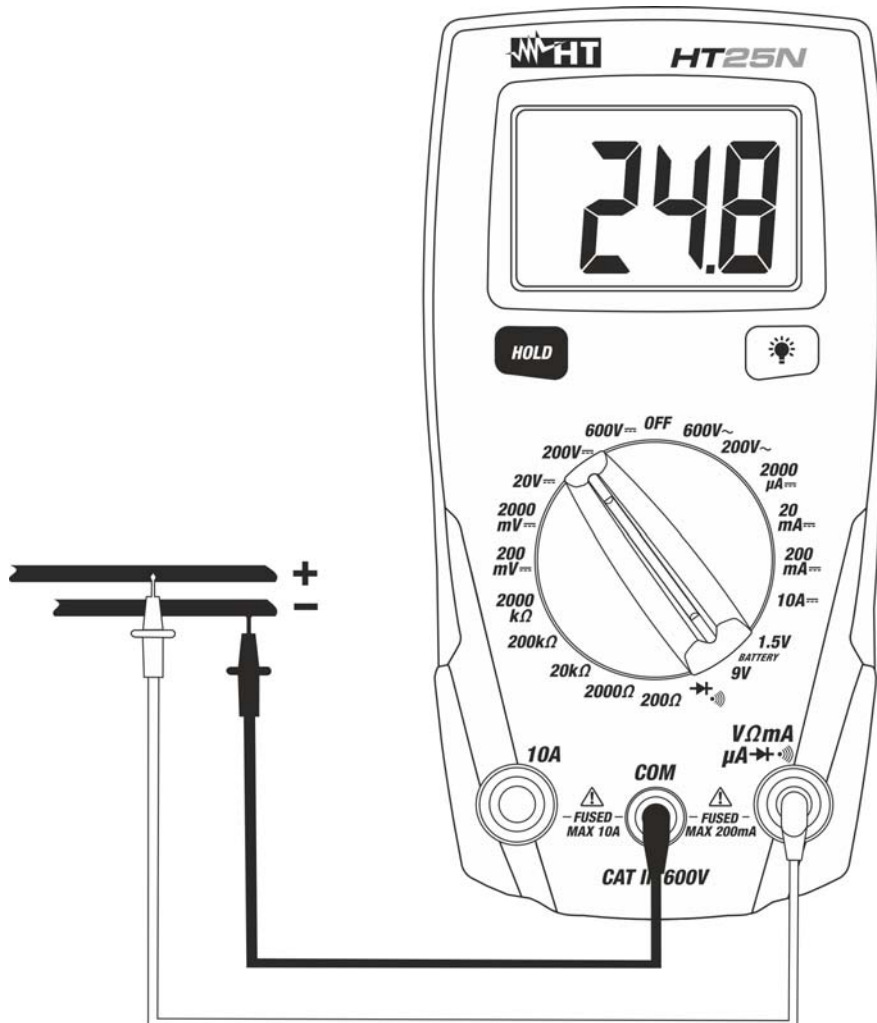

Fig. 2: Uso dello strumento per misura di Tensione DC
3. Posizionare il puntale rosso ed il puntale nero rispettivamente nei punti a potenziale positivo e negativo del circuito in esame (vedere Fig. 2). Il valore della tensione è mostrato a display
5. La visualizzazione del simbolo "-" sul display dello strumento indica che la tensione ha verso opposto rispetto alla connessione di Fig. 2.